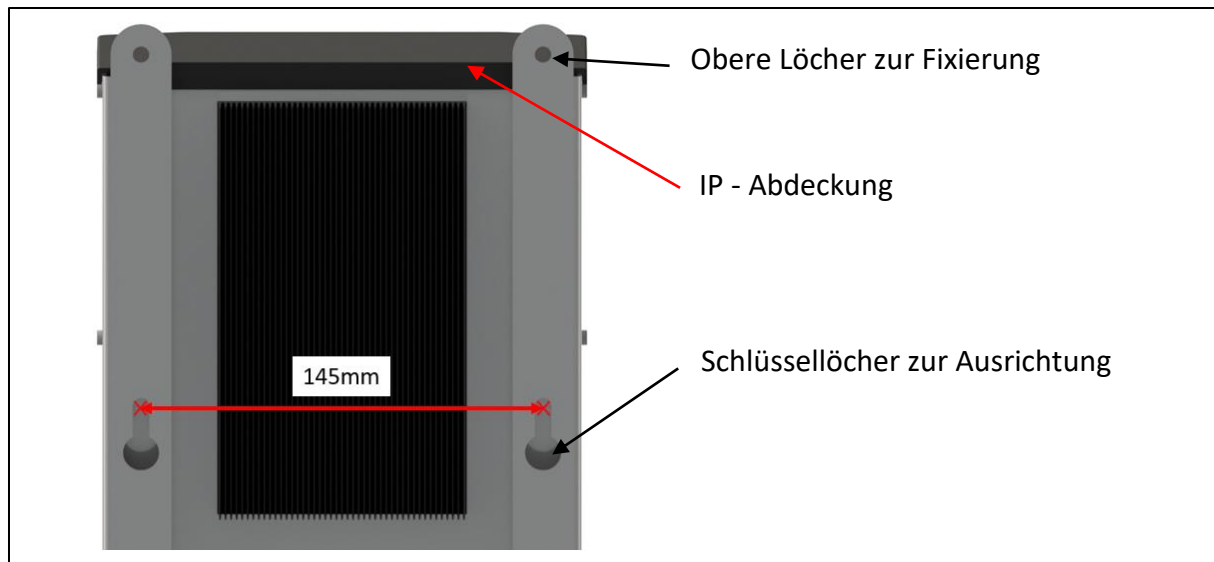

Abbildung 14: Rückansicht des Nexol Energy Controllers
Für die einfache Montage des Nexol Energy Controller sind auf dessen Rückseite zwei Schlüssellöcher eingebracht (vgl. Abbildung 14).
1. Anzeichnen der Bohrlöcher mit einem Abstand von 145mm (vgl. Abbildung 14).